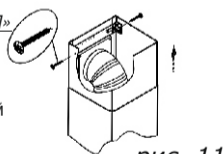

рис. 11
6.7 Установите фальштрубы (рис. 8, 9). Выдвиньте верхнюю фальштрубу, (рис. 11) и прикрепите ее самонарезающими винтами к кронштейну.